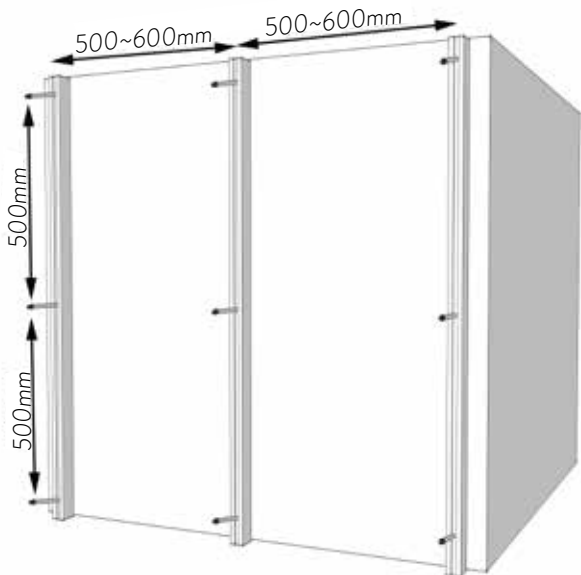

Figura 2
- 2 Determina el espacio de la viga y realiza el taladrado previo de los agujeros. Los tornillos de expansión para plástico (HLP-025) se utilizan para fijar la viga como se muestra en la Figura 2: